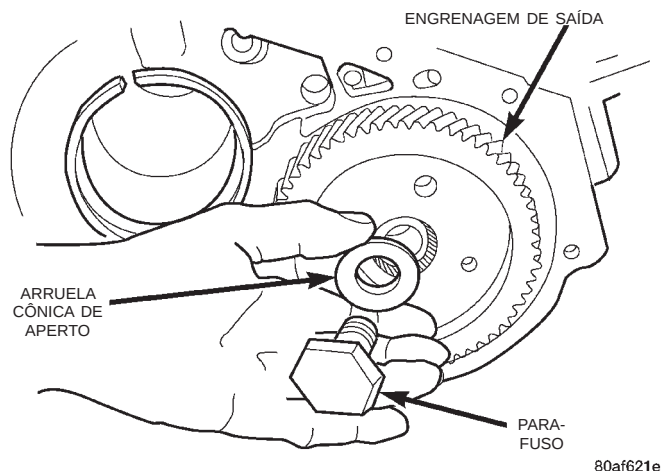
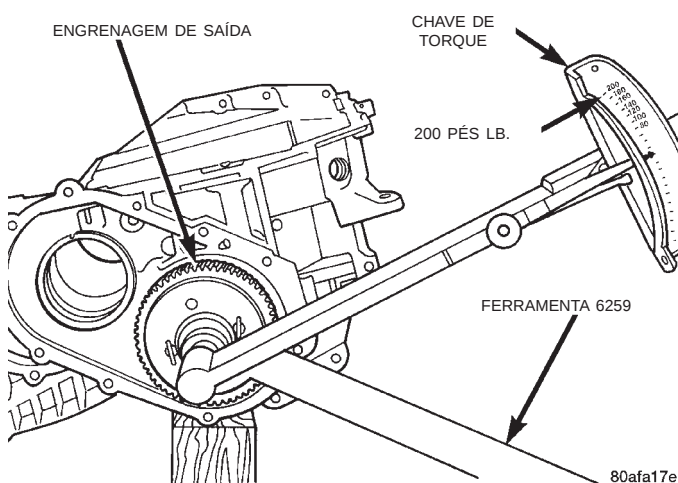

Fig. 226 Instalação do Parafuso e Arruela da Engrenagem de Saída
Fig. 227 Aperto da Engrenagem de Saída com um torque de 271 N•m (200 pés-lb.)
(9) Instale o novo parafuso e arruela de fixação (Fig. 226). Aperte com um torque de 271 N·m (200 pés-lb.) (Fig. 227).